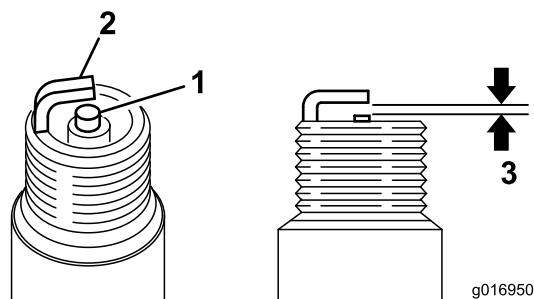

Figura 35
3. Impostate la distanza fra gli elettrodi a 0,6 - 0,7 mm (Figura 35). Montate la candela con l'esatta distanza tra gli elettrodi, e serratela saldamente a 23 Nm.